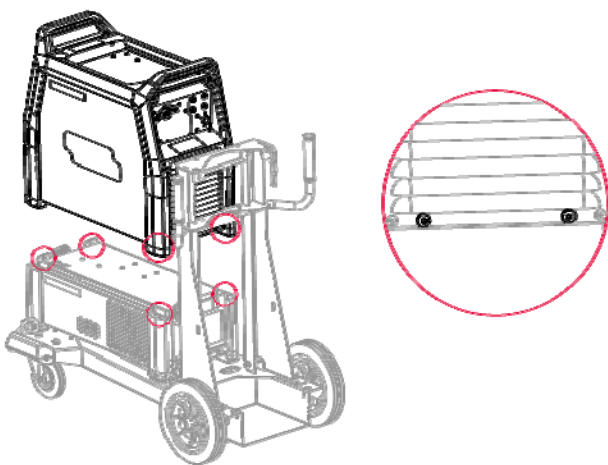

Bild 2
- Placera Speedtec ovanpå kylaren (bild 2)